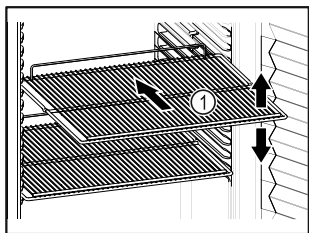

Fig. 62 Ilustrační zobrazení
- Pokud jsou odstavné rošty Fig. 62 (1) přemístitelné, přizpůsobte je vždy na danou výšku.